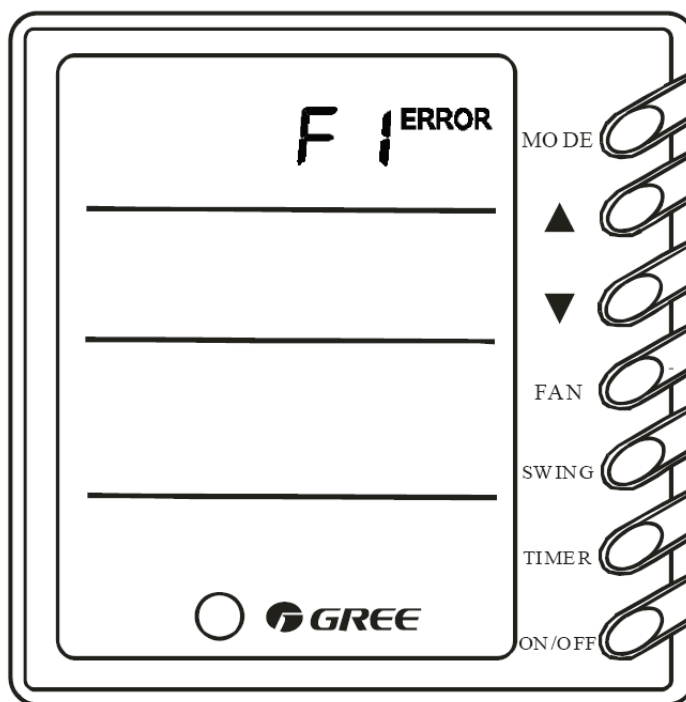

Fig 6
4.3.9 Indikering av felfunktion (Fig.6)
Vid felfunktion visas här en felkod. I exemplet i Fig.6 indikeras fel på värmeväxlaregivaren. Förklaring av felkoderna visas nedan: